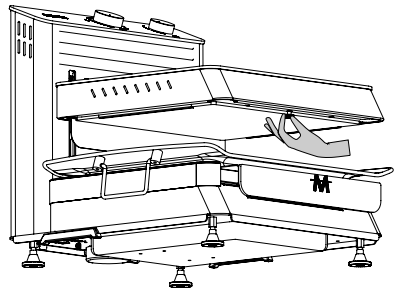
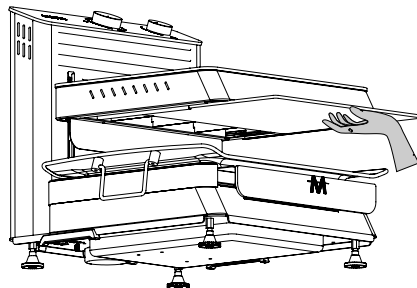

Abbildung 19
Abbildung 20
- Um die Filament-Schutzglas zu reinigen, drehen Sie die Glashalterstifte im Uhrzeigersinn und entfernen Sie sie (Abbildung 19). Trennen Sie anschließend die Filament-Schutzglas mithilfe der Kanäle vom Produkt (Abbildung 20).